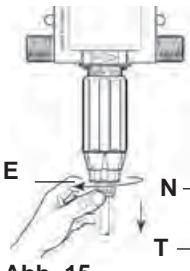
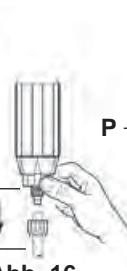

Abb. 15
Abb. 16
- Die Haltemutter losschrauben (**Abb. 15-E**) und Saugschlauch abnehmen (**Abb. 16-T**).
- Die Mutter (**Abb. 16-N**) losschrauben und abnehmen.